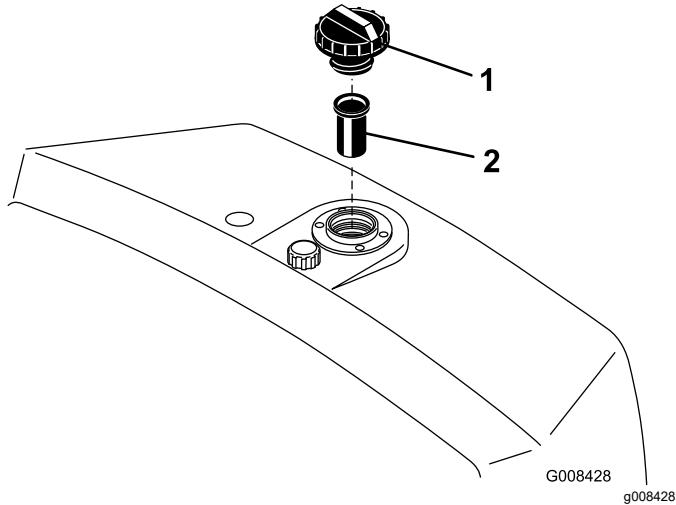

Bild 50
2. Nehmen Sie den Deckel vom Behälter ab und prüfen Sie den Ölstand. Der Ölstand sollte unten am Einfüllstutzen liegen (Bild 50).